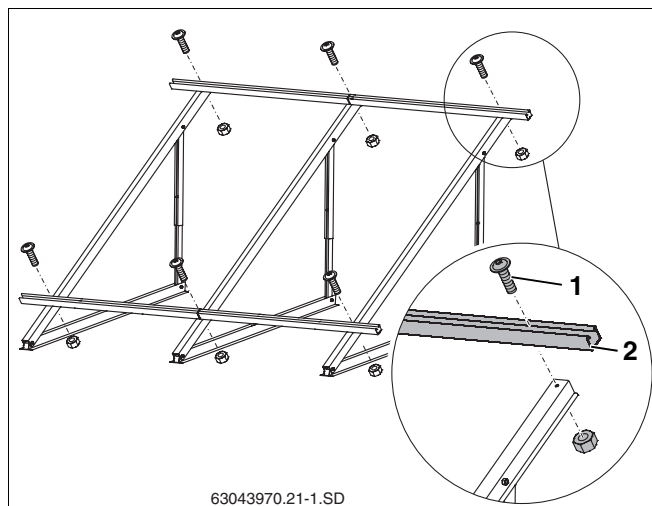

Fig. 34 Montaggio delle guide profilate (qui: per 2 collettori verticali)
- Fissare le guide profilate premontate (fig. 34, **pos. 2**) con viti M8x20 (fig. 34, **pos. 1**) ma senza serrarle, cosicché le guide profilate possano ancora essere allineate.